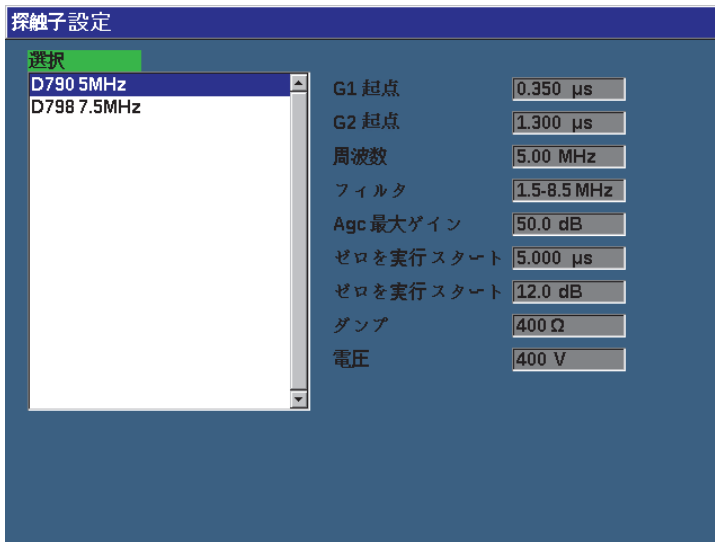

図 11-38 腐食検査用モジュール探触子設定メニュー
3.  を押して有効化を終了し、探触子設定ページを表示します (295ページの図 11-38 参照)。